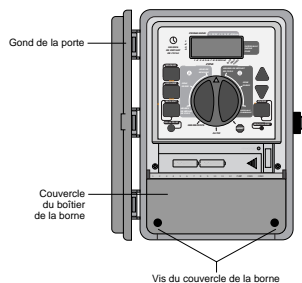

FIGURE 18 : Programmateur extérieur et couvercle du bornier
- Ouvrez le boîtier en dévissant les deux vis et en retirant le couvercle de plastique [voir la figure 18].